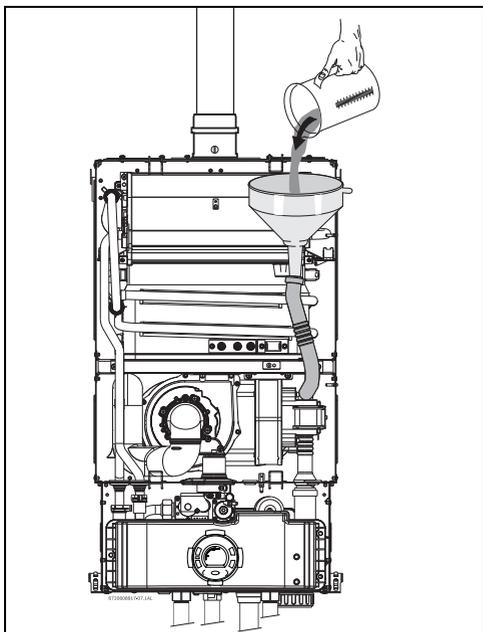

Fig. 28 Remplissage du réservoir d'eau après l'installation
- ▶ Remplir le siphon avec environ 400 ml d'eau, via le tuyau de liquides condensés. Afin de ne pas endommager l'appareil, utiliser un entonnoir à l'extrémité du tuyau (Fig. 28).